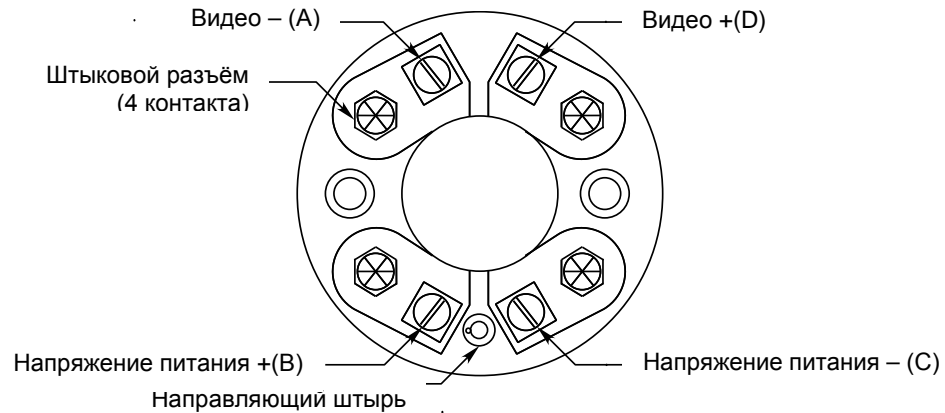

Рис. 6. Расположение клеммных контактов видеокамеры xWatch.
3. Подсоедините внешние провода к соответствующим винтовым клеммам клеммного блока видеокамеры, обозначенным как А-, В-, С- и D-, см. рис. 6.